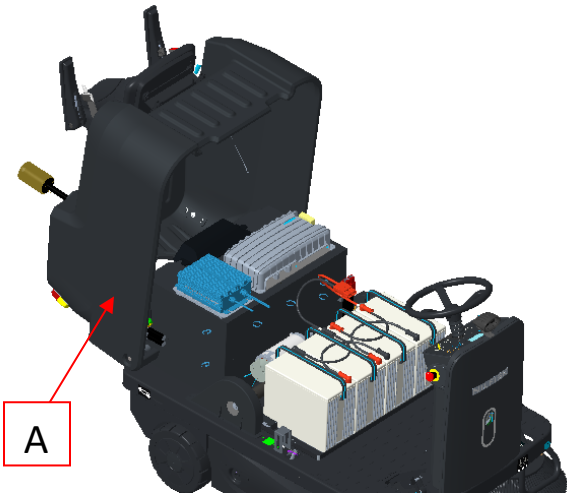

Figura 55
2. Abra con cuidado la cubierta de la máquina (A, Figura 55).